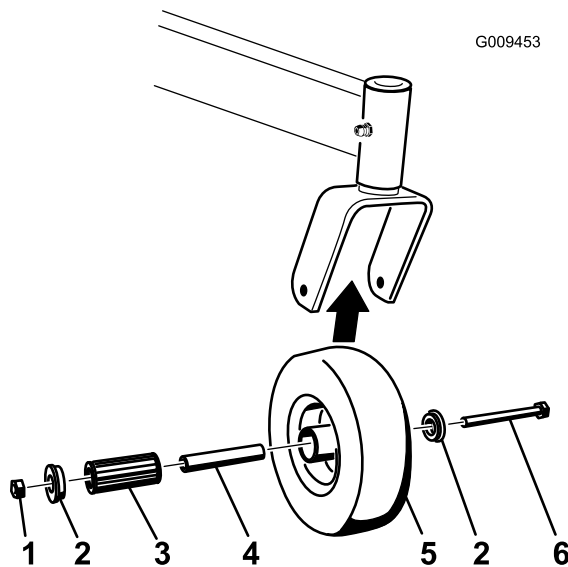

Figura 60
1. Togliete il dado di bloccaggio e il bullone della ruota che sostiene la ruota orientabile sulla forcella orientabile (Figura 60).
2. Togliete una boccola, quindi estraete la boccola chiave e il cuscinetto a rulli dal mozzo della ruota (Figura 60).
3. Togliete l'altra boccola dal mozzo della ruota e pulite via l'eventuale grasso o sporcizia presenti sul mozzo della ruota (Figura 60).
4. Ispezionate il cuscinetto a rulli, le boccole, la boccola chiave e l'interno del mozzo della ruota per verificarne l'usura. Sostituite eventuali parti difettose o usurate (Figura 60).
5. Per il montaggio, collocate una boccola nel mozzo della ruota. Lubrificate il cuscinetto a rulli e il cuscinetto chiave e fateli scorrere nel mozzo della ruota. Posizionate la seconda boccola nel mozzo della ruota (Figura 60).
6. Montate la ruota orientabile nella forcella orientabile e fissatela con il bullone della ruota e il dado di bloccaggio. Serrate il dado di bloccaggio finché la boccola chiave tocca in fondo l'interno delle forcelle orientabili (Figura 60).